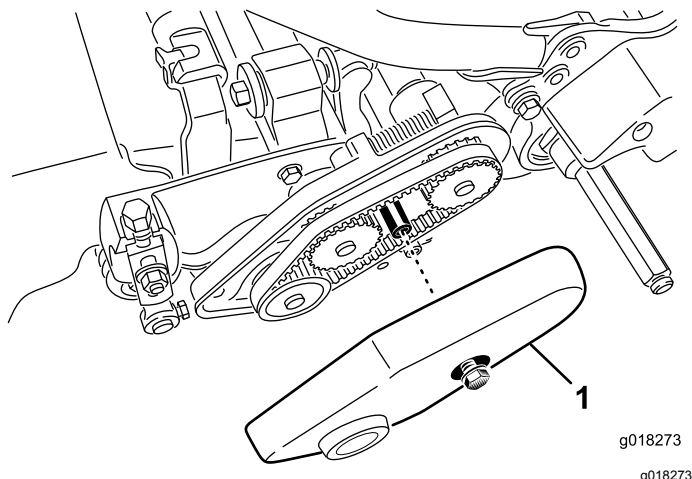

図 45
1. ベルトカバーを固定しているフランジボルトをゆるめてベルトカバーを外し、ベルトを露出させる(図 45)。